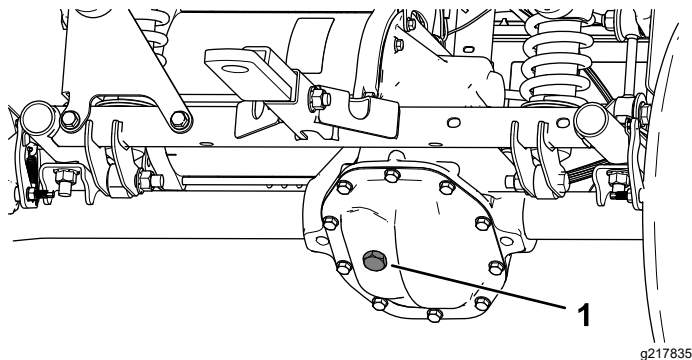

Figure 54
1. Enlevez le bouchon de remplissage de la boîte-pont (Figure 54).
2. Si le niveau de liquide est trop bas, enlevez le bouchon de remplissage et ajoutez le liquide spécifié jusqu'à ce qu'il ressorte par l'orifice (Figure 54).
4. Retirez le bouchon de remplissage de la boîte-pont et remplissez celle-ci avec le liquide spécifié jusqu'à ce qu'il ressorte par l'orifice de remplissage (Figure 54).